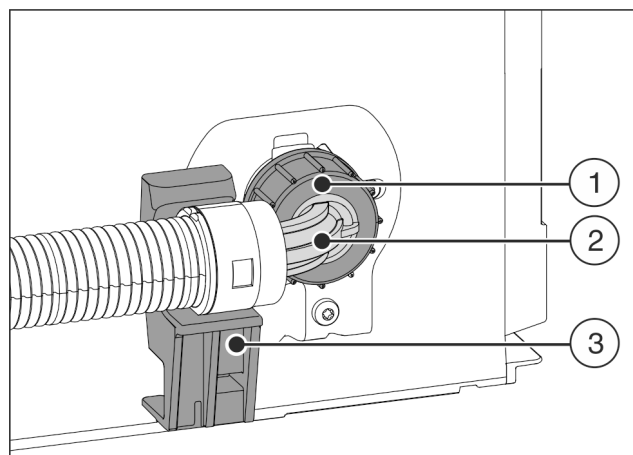

Fig. 23
- Positionner et maintenir l'extrémité de tuyau coudée Fig. 23 (2) horizontalement sur le support Fig. 23 (3).
- Visser l'écrou Fig. 23 (1) manuellement sur le filetage jusqu'à ce qu'il soit parfaitement stable.